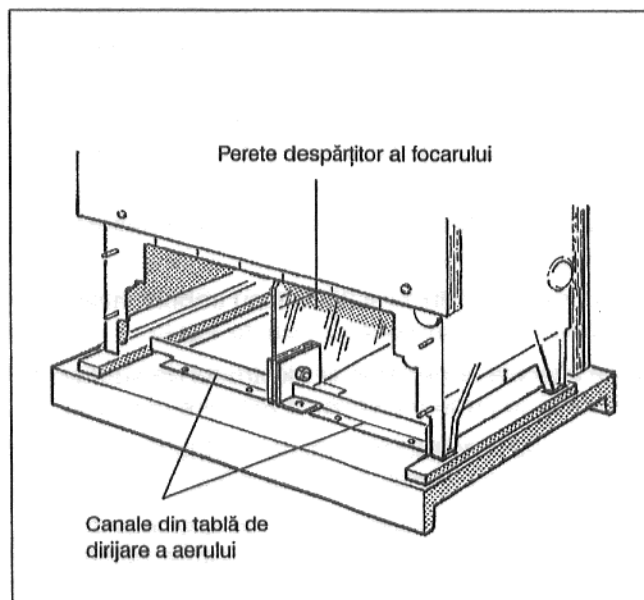

Fig. 22
- Peretele despărțitor al focarului se introduce orizontal în incinta arzătorului, se ridică și se înșurubează strâns în dreapta față cu două șuruburi de fundul de tablă (Fig. 22).
- Cele două canale de dirijare a aerului din tablă se înșurubează strâns în față, în unghi pe tabla de fund cu câte două șuruburi (Fig. 22).